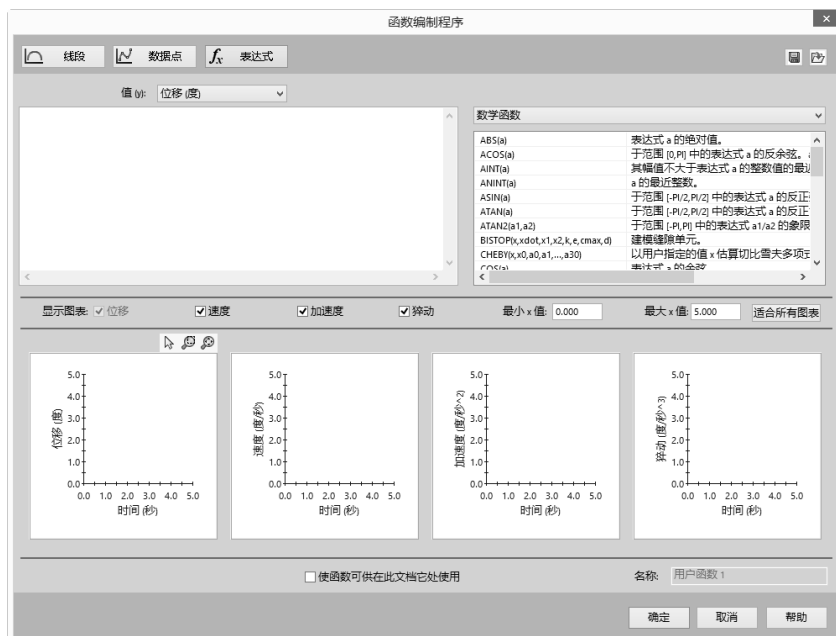

图 5-28 “表达式”运动
- 表达式：选取马达运动表达式所应用的变量（猝动、速度、加速度），可弹出“函数编制程序”对话框，如图 5-28 所示。